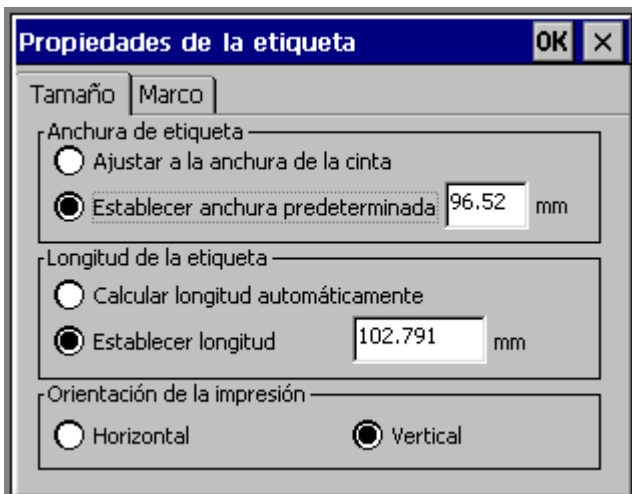

Figura 6-14. Ficha de tamaño en la pantalla de propiedades de la etiqueta
- **Tamaño**, para controlar las dimensiones de las etiquetas (Figura 6-14)
Utilice las opciones de la ficha **Tamaño**, que aparece en la Figura 6-14, para cambiar el tamaño de las etiquetas y establecer la orientación de impresión: